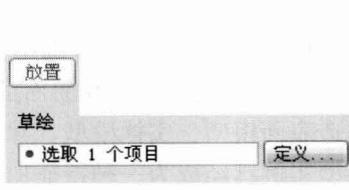
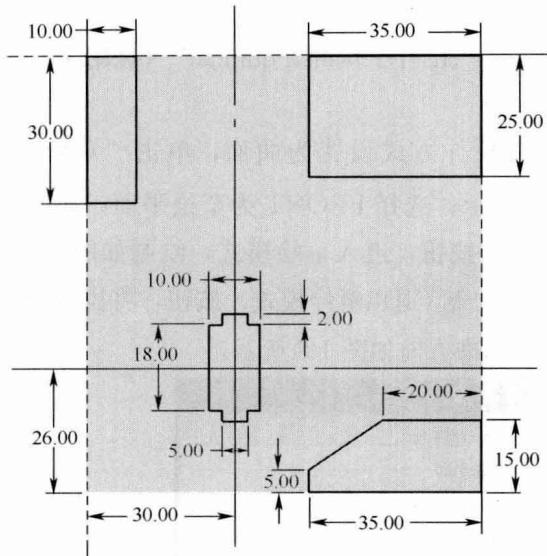
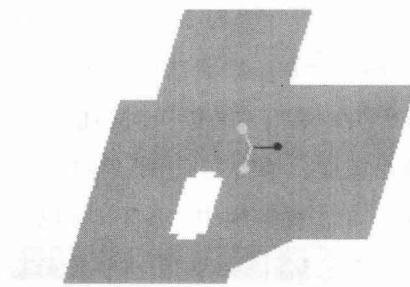

图 1-3 “放置”面板
图 1-9 草绘截面
图 1-10 切剪后拉伸曲面的标准方向
* 放置：单击该按钮，弹出图 1-3 所示的面板，单击其中“定义”按钮，绘制拉伸截面。
单击按钮，单击按钮，将拉伸方式设置为曲面，单击（去除材料）按钮，系统提示：选取要修剪的面组。在图形窗口，选择图 1-8 所示的拉伸曲面，拉伸曲面呈粉红色。单击操控板中的“放置”按钮，展开“放置”面板，参看图 1-3，单击“放置”面板中的“定义”按钮，弹出“草绘”对话框，选择 TOP 为草绘平面，单击“草绘”对话框中的“草绘”按钮，进入草绘模式，绘制如图 1-9 所示的草绘截面（注意使用约束），单击完成（蓝色）按钮，选择（将拉伸方式设置为对称），拉伸值设置为 10，单击操控板中的（绿色）按钮，标准方向如图 1-10 所示。